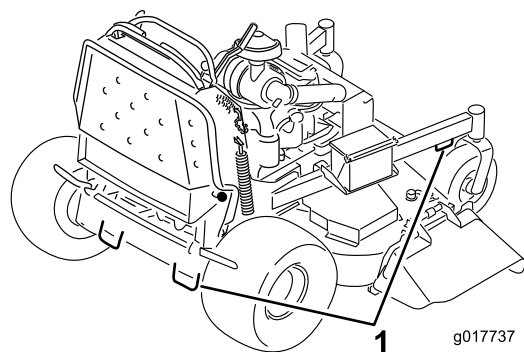

Figura 23
6. Utilice los bucles metálicos de amarre de la máquina para sujetar la máquina firmemente al remolque o al camión con correas, cadenas, cables o cuerdas (Figura 23).